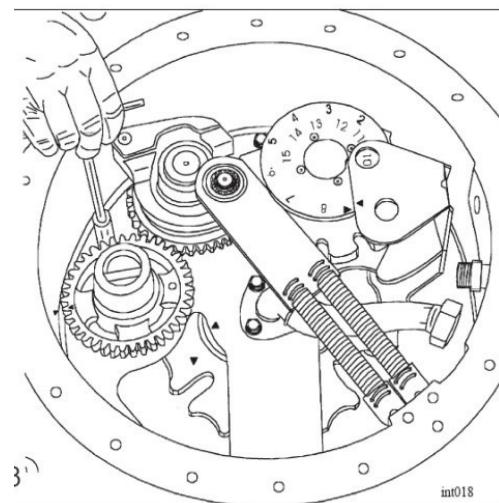

Рисунок 14 Откручивание крепежных болтов
- 4) Открутить пять крепежных болтов M8x20 торцовой головкой 13 мм (Рисунок 14). Не допускать падения шайб в бак устройства.